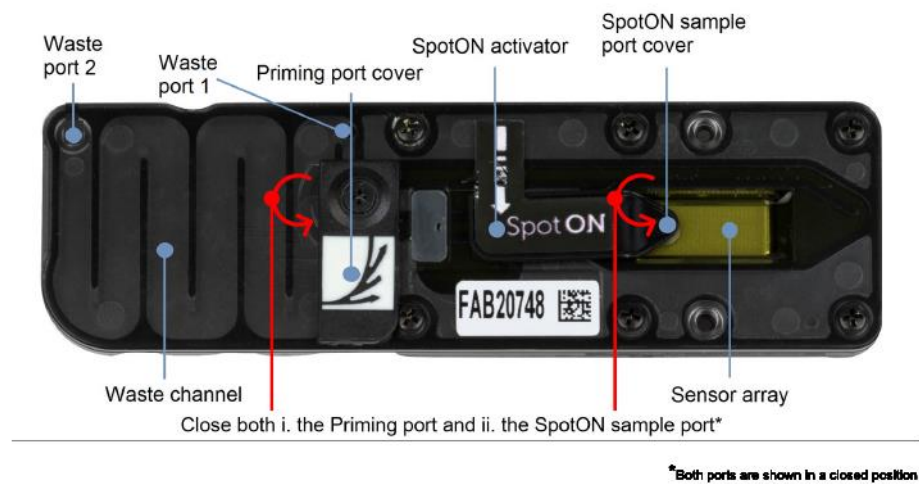

Figure 1 - Description de la FlowCell - Source : Nanopore
- 14 Ouvrir délicatement le SpotON (Figure 1)